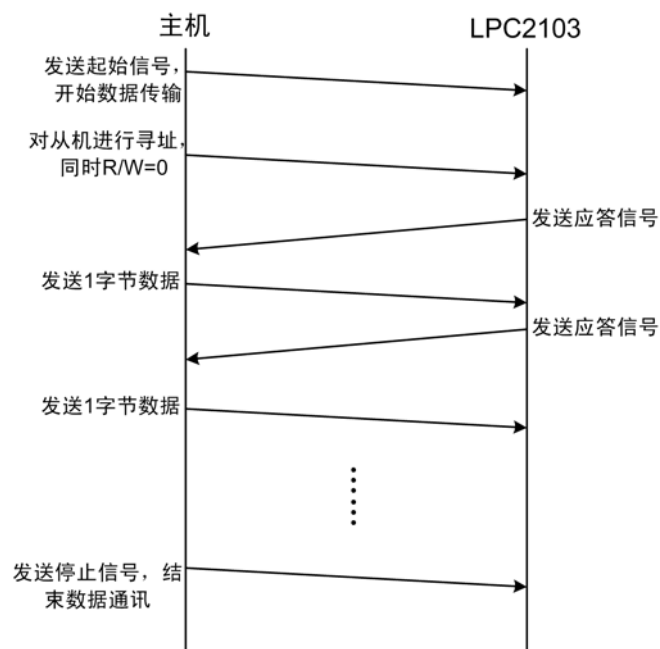

图 4.88 LPC2103 从接收模式
(2) 从模式 I²C 的数据接收
当主机访问从机时，若读写操作位为 0 (W)，则从机进入从接收模式，接收主机发送过来的数据，并产生应答信号。从模式 I²C 的数据接收过程见图 4.88，从接收模式中，总线时钟、起始条件、从机地址、停止条件仍由主机产生。